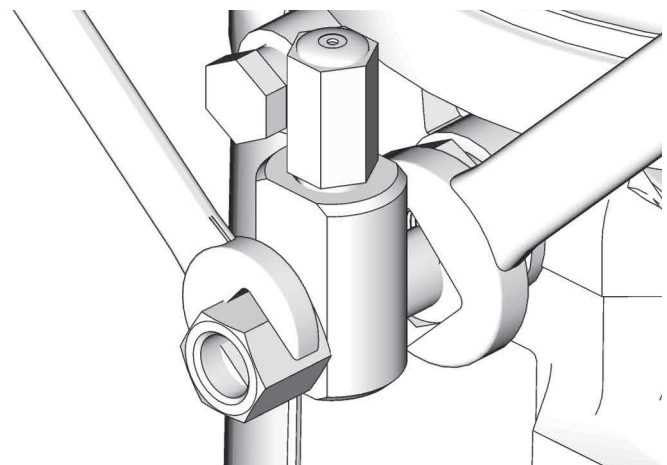

FIG. 11
1. Afloje el accesorio de conexión del elemento de la bomba (FIG. 11).
3. Apriete el accesorio de conexión del elemento de bomba utilizando dos llaves y haciendo fuerza en direcciones opuestas (FIG. 11).